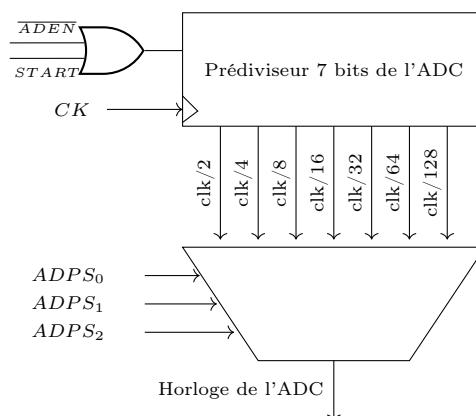

Figure 2.3: Horloge de l'ADC
– *ADPS2, ..., ADPS0* : Bits de Sélection du facteur de pré-division de l'horloge interne du convertisseur en fonction du quartz (cf figure 2.3)